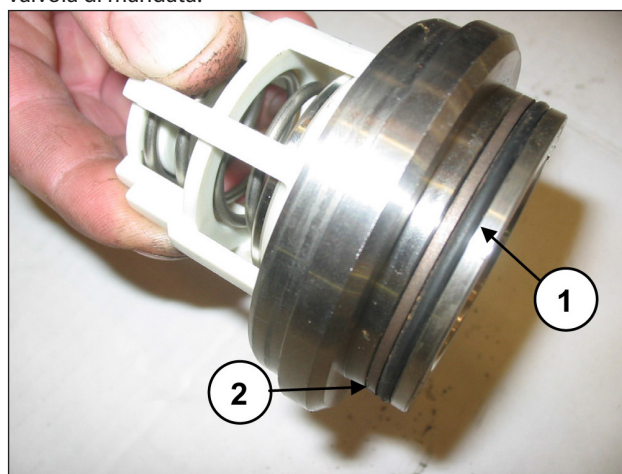

Fig. 117
Montare O-ring, pos. esploso n. 5 (pos. ①, Fig. 117) e anello antiestrusione, pos. esploso n. 15 (pos. ②, Fig. 117) sulla sede valvola di mandata.